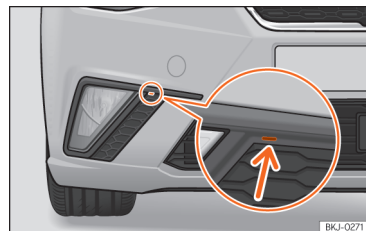

Fig. 164 Farol de nevoeiro: retirar a grelha
- Coloque uma chave de parafusos a fazer de alavanca no entalhe » » **Fig. 164** (seta). Em seguida, retire os grampos situados no contorno da grelha, fazendo um pequeno movimento de alavanca.